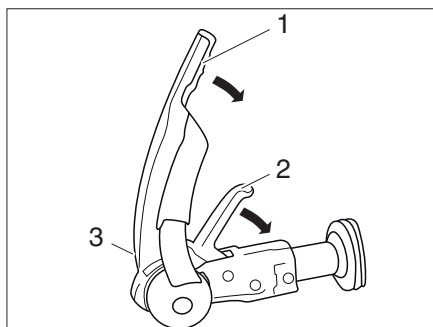

Fig. 1 Accouplement de sécurité AKS 3004
- Soulever complètement le levier de stabilisation (Fig. 1,1).
- Tirer la poignée d'attelage (Fig. 1,2) vers le haut.
- Effectuer un contrôle visuel : Le cylindre vert de l'indicateur de sécurité (Fig. 1,3) doit être allumé.
- Activer l'installation du dispositif de stabilisation. Appuyer le levier de stabilisation (Fig. 1,1) jusqu'à la butée vers le bas.